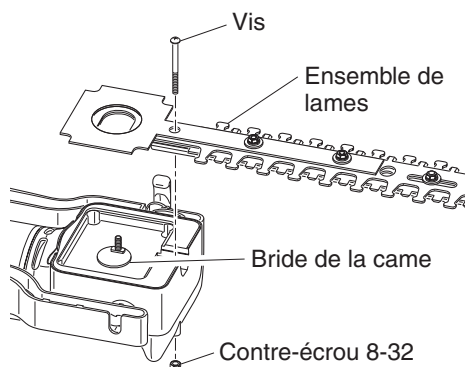

Figure 20 - Retrait de l'ensemble de lames
5. Enlevez la vis qui retient l'ensemble de la lame (voir la Figure 20). **IMPORTANT :** Assurez-vous de ne pas desserrer le contre-écrou 8-32 qui fixe cette vis.